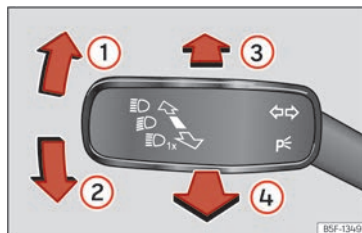

Abb. 81 Blinker- und Fernlichthebel.
- Drücken Sie den Blinker- und Fernlichthebel aus der Ausgangsstellung nach vorne >>> **(Abb. 81) ③**.
- **ODER:** Ziehen Sie bei eingeschaltetem Fernlichtassistenten den Blinker- und Fernlichthebel nach hinten >>> **(Abb. 81) ④**.